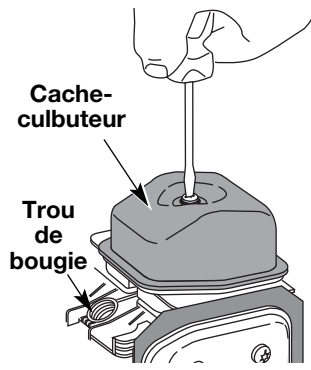

Fig. 36
7. Nettoyez toute saleté autour du cache-culbuteur. Retirez la vis retenant le cache-culbuteur à l'aide d'un tournevis à lame plate large ou à mèche no. T-25 Torx (Fig. 36). Enlevez
- Le piston est au sommet de sa course lorsqu'on regarde par le trou de la bougie (Fig. 36)